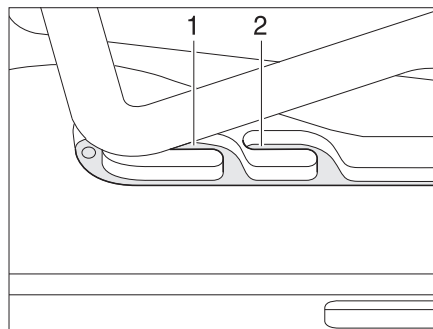
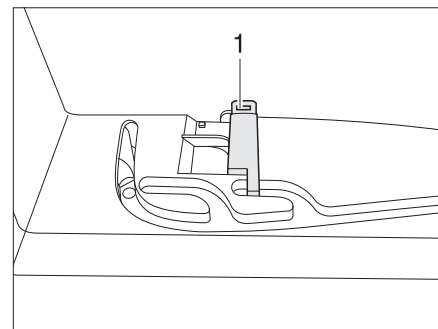

Fig. 43 Claraboya Heki en posición de ventilación
Fig. 44 Bloqueo de la posición de ventilación
La claraboya Heki se puede colocar en dos posiciones de ventilación: Posición de mal tiempo (Fig. 43,1) y posición mediana (Fig. 43,2). Según el modelo, la claraboya podrá ser bloqueada en la posición mediana con el pestillo (Fig. 44,1).
- Presionar el estribo ligeramente hacia arriba y empujarlo en la guía seleccionada (Fig. 43,1 ó 2) y, si fuera necesario, bloquearlo.